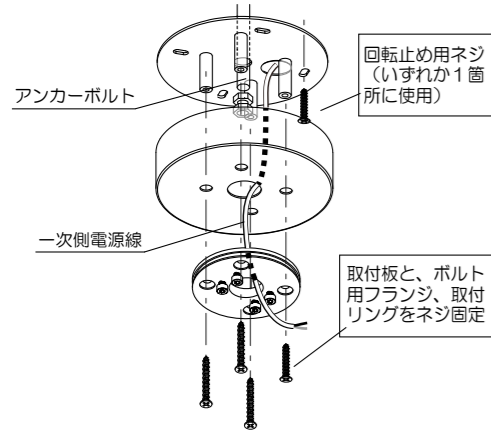

図1 取付板をネジ止めし、アンカーボルトで固定した後、ボルト用フランジと取付リングを設置する。
- ・施工した天井面に、取付盤、ボルト用フランジ、取付リングを設置する。（取付板詳細、図1 参照）